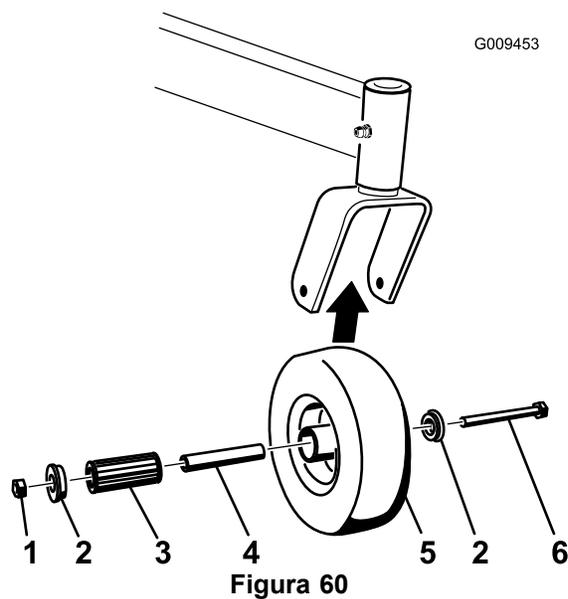

Figura 60
1. Retire a porca de freio e o parafuso da roda que fixam a roda ao respectivo suporte (Figura 60).
2. Retire um casquilho, em seguida, puxe o casquilho da vara de ligação e o rolamento de rolo para fora do cubo da roda (Figura 60).
3. Retire o outro casquilho do cubo da roda e limpe qualquer massa lubrificante e sujidade do cubo da roda (Figura 60).
Nota: Substitua quaisquer peças danificadas ou gastas (Figura 60).
5. Coloque um casquilho no interior do cubo da roda (Figura 60).
6. Lubrifique o casquilho do rolamento e o casquilho da vara de ligação e faça-os deslizar para o interior do cubo da roda (Figura 60).
7. Coloque o segundo casquilho no interior do cubo da roda (Figura 60).
8. Monte a roda giratória na forquilha da roda giratória e fixe-a com o parafuso da roda e a porca de freio (Figura 60).
9. Aperte a porca de freio até que o casquilho da vara de ligação encoste ao interior da forquilha da roda (Figura 60).